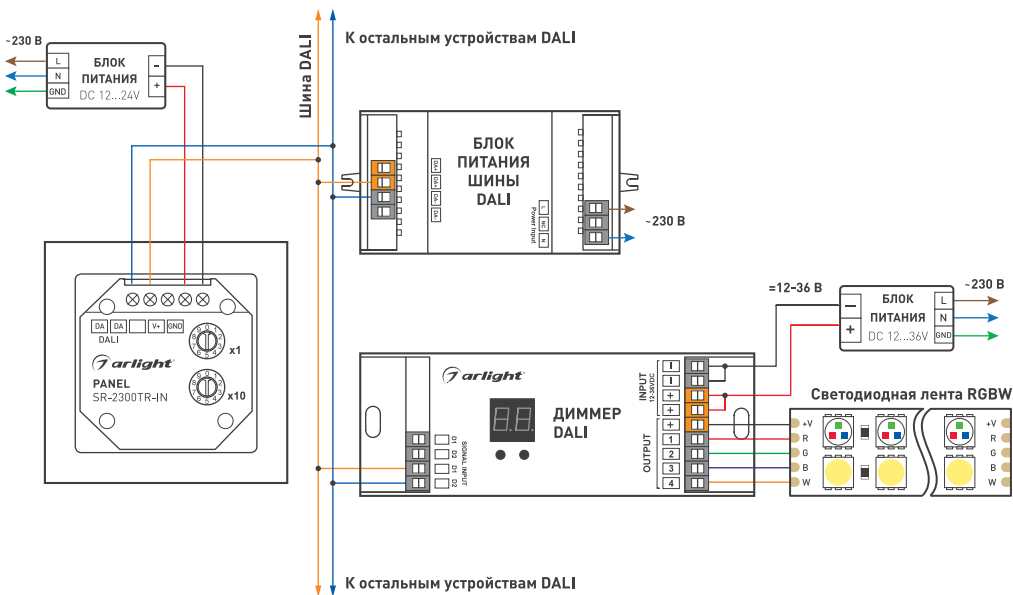

Рис.1. Подключение сенсорной панели на примере диммера SR-2303P с использованием блока питания шины DALI ARV-SR-2400P.
- 3.2. Подключите провода от шины DALI к клеммам DA+ и DA- сенсорной панели (Рис. 1).